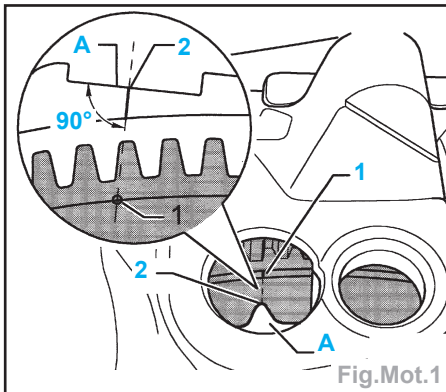

Fig.Mot.1
- La marque sur le volant moteur (1) doit coïncider avec la marque sur la boîte de vitesses (2) (Fig.Mot.1).